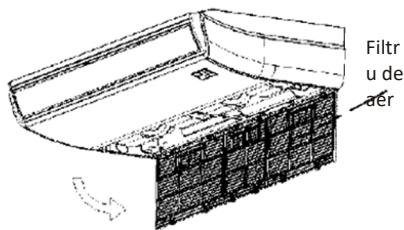

Fig. 14
- Scoateți filtrul de aer. (Consultați Fig.14)
- Reinstalați filtrul de aer în ordinea inversă a Fig.14.